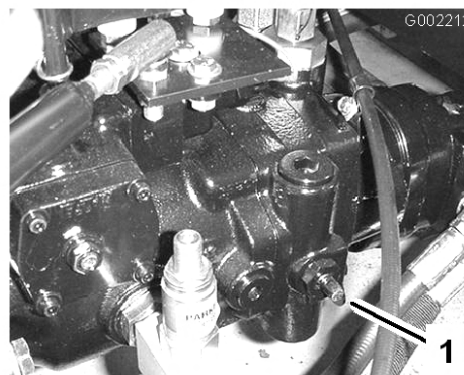

Figura 25
1. Gire la válvula de remolcado (Figura 25) 90° en cualquier sentido para abrirla.